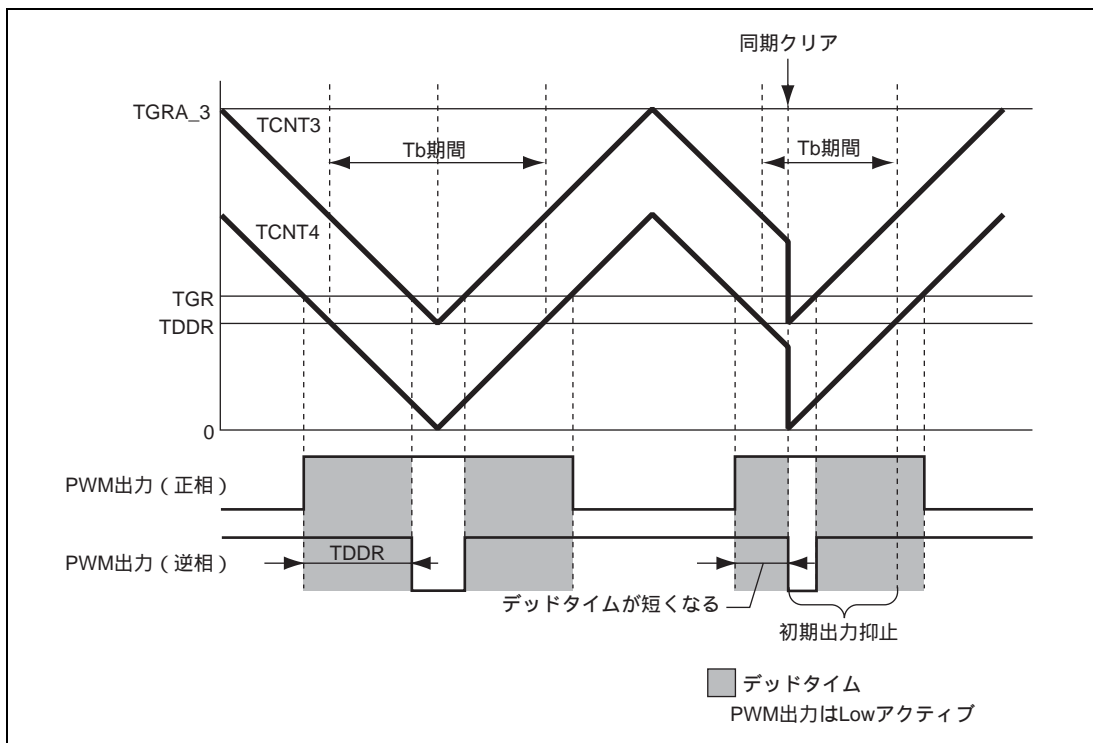

図 12.125 条件(1)の同期クリア例
条件(1) 初期出力の抑止期間にて、PWM出力がデッドタイム期間中に、同期クリアする(図 12.125)。